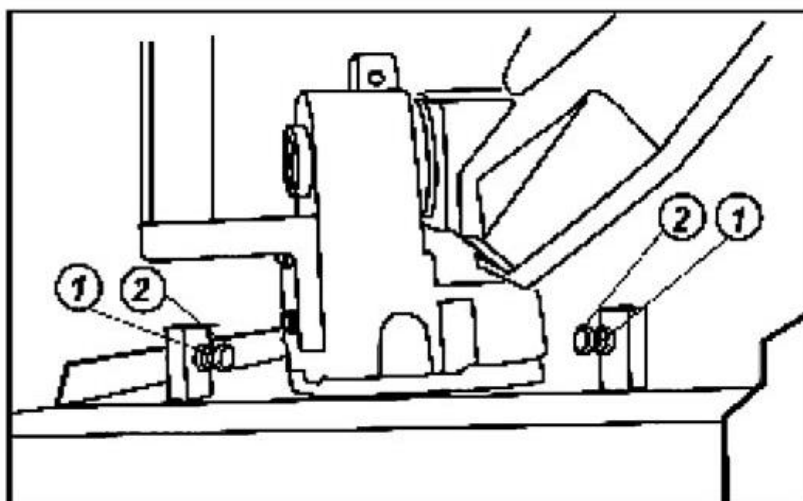

Fig.12
- ✓ slăbiți piulița hexagonală (1 fig 12)
- ✓ înșurubați sau scoateți șurubul hexagonal (2 fig 12) pentru reglaj.